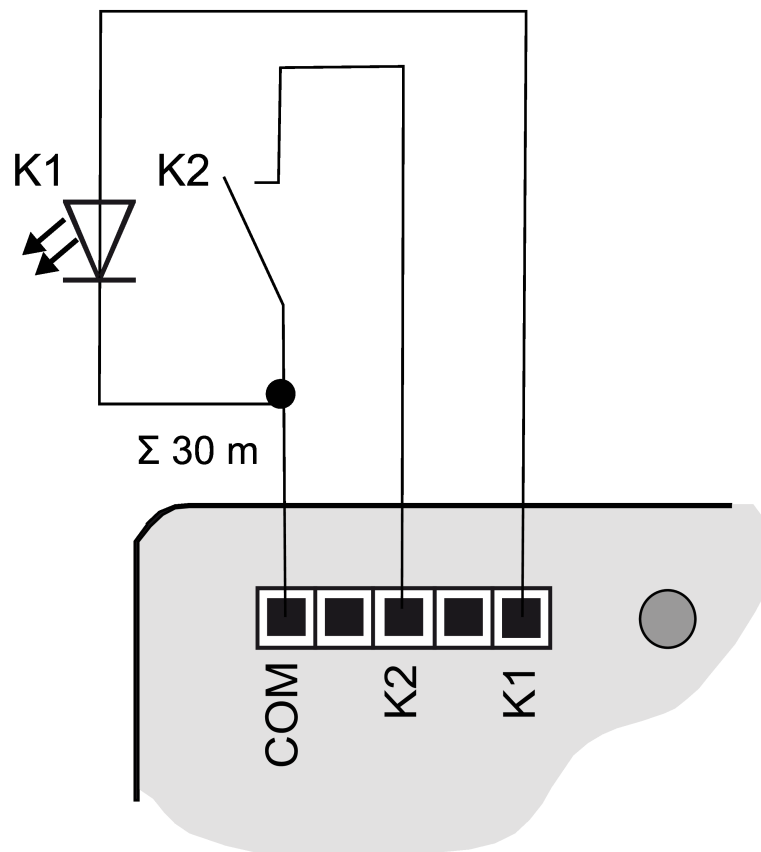
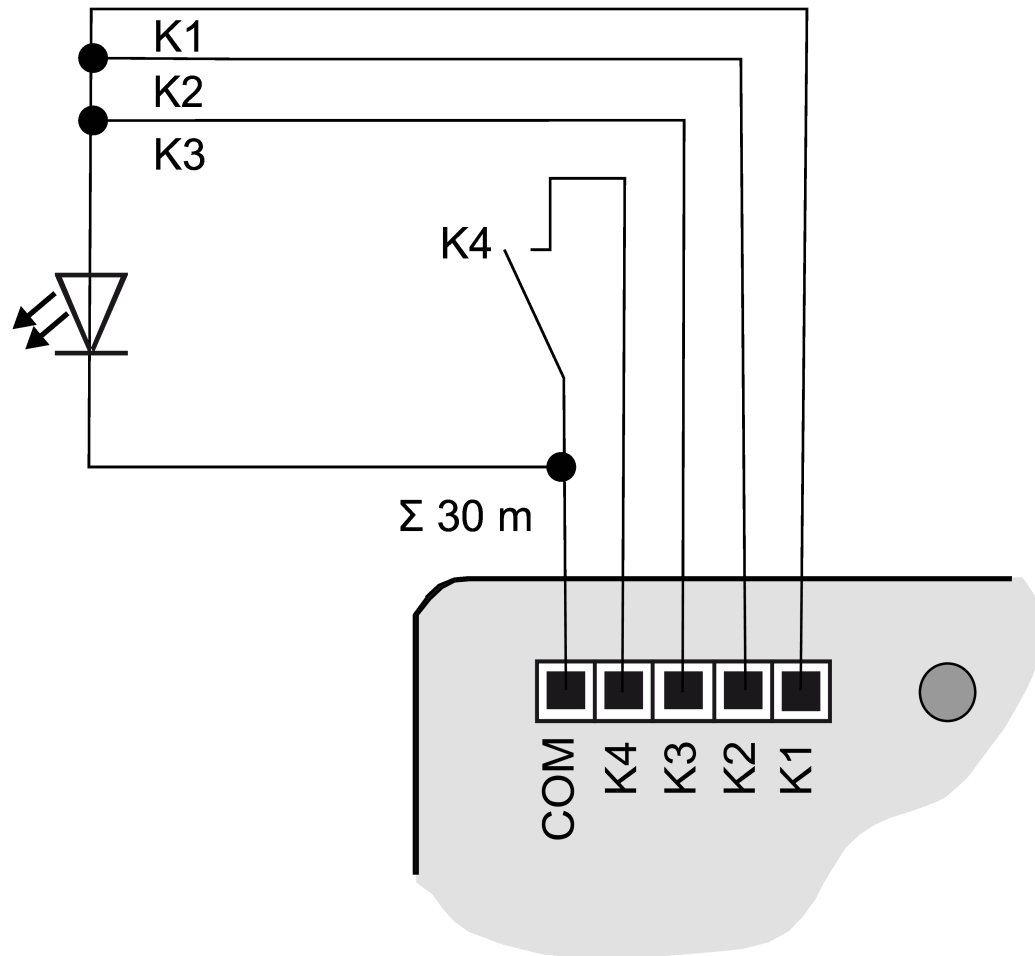

Figure 6: Exemple de raccordement de l'interface de bouton-poussoir double
Figure 9: Exemple de raccordement avec des sorties en parallèle
- Raccorder les boutons-poussoirs, les commutateurs, les contacts, les LED ou les NTC conformément aux exemples de raccordement avec les câbles de raccordement fournis (4) (voir figure 6) à (voir figure 9). Les exemples de raccordement illustrent l'utilisation avec des entrées et des sorties.
- i** Pour l'augmentation du courant de sortie, il est possible de brancher des sorties en parallèle avec le même paramétrage. Dans l'exemple (voir figure 9) K1-K3 sont ici branchés en parallèle.